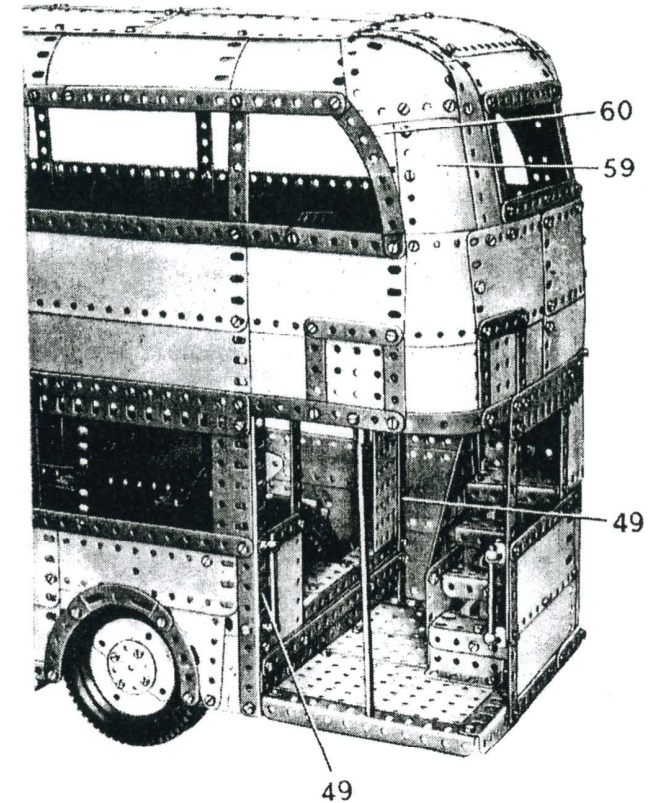

FIG. 10.
Le côté de la partie inférieure de l'autobus qui apparaît sur la figure (8) est prolongé à l'arrière par trois plaques flexibles de 14×6 cm, entrées, dont la plus basse est bordée par une bande entrée à glissière au bas, et par une bande de 11 trous entrée au sommet. Le bord inférieur de la plaque supérieure est recouvert par une poutrelle plate de 11 trous entrée. La partie inférieure de l'arrière de la carrosserie est constituée par deux plaques flexibles de 14×6 cm, bordées par des bandes (Fig. 10) et réunies à une poutrelle plate de 11 trous par deux bandes de 7 trous disposées verticalement qui forment les côtés du chassis de la fenêtre arrière.
La partie supérieure de l'arrière de l'autobus se termine à l'aide d'une plaque flexible de $11,5 \times 6$ cm, (49) (Fig. 10), d'une plaque flexible de 14×4 cm, et d'une plaque flexible triangulaire de 9×6 cm. Du côté visible, une plaque flexible triangulaire de 6×4 cm, (60) est boulonnée comme le montre la figure, mais elle est remplacée de l'autre côté par une plaque flexible triangulaire de 9×4 cm. Deux plaques flexibles de $11,5 \times 6$ cm, et deux de 6×4 cm, constituent la carrosserie au dessus de la fenêtre arrière de l'impériale.